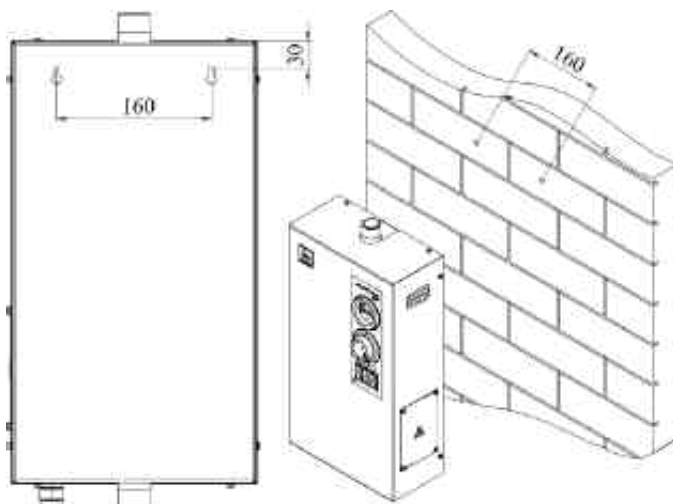

Рис. 4 Способ крепления к стене
- Закрепить электроводонагреватель на вертикальной поверхности в необходимом месте с помощью настенного крепежа (в комплект поставки не входит) как показано на (Рис. 4). При монтаже электроводонагревателя необходимо выдерживать минимальные расстояния до стен, пола и потолка (Рис. 5);